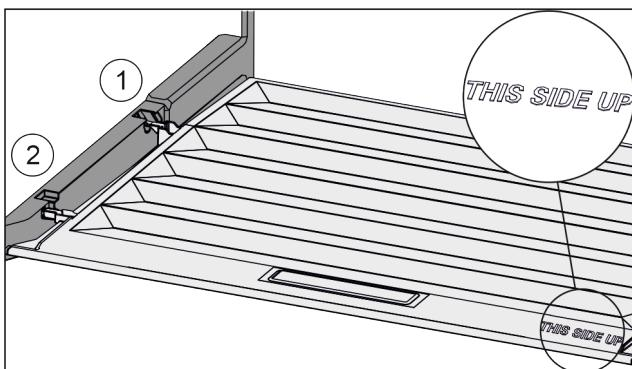

Fig. 74
- Пъхнете шийките на капака през отвора в задния държач Fig. 74 (1) и фиксирайте отпред в държача Fig. 74 (2).